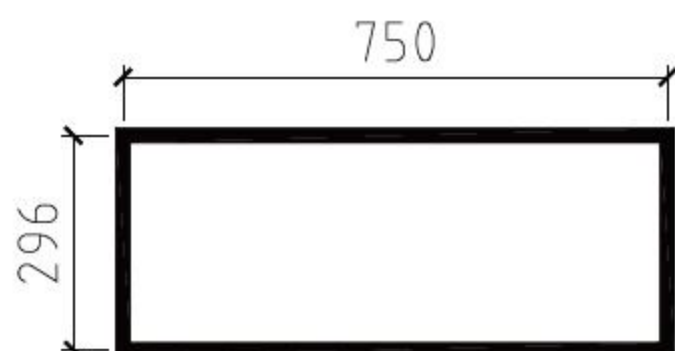

图8-208 绘制矩形
**01** 调用REC【矩形】命令，设置宽度为20，绘制尺寸为750×296的矩形，结果如图8-208所示。